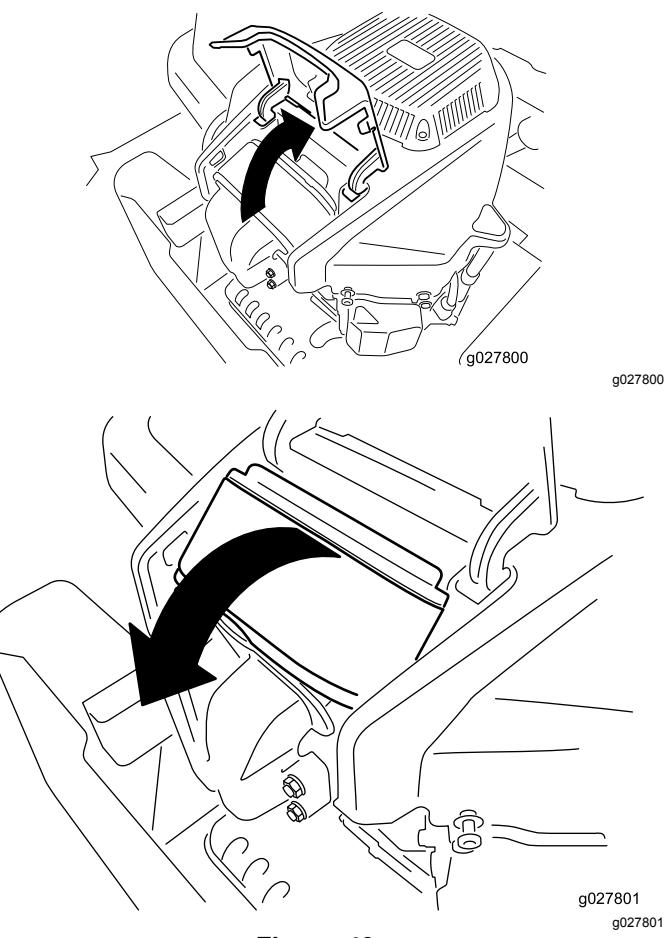

Figura 40
4. Retire la tapa y gire el limpiador de aire para retirarlo del motor (Figura 40).